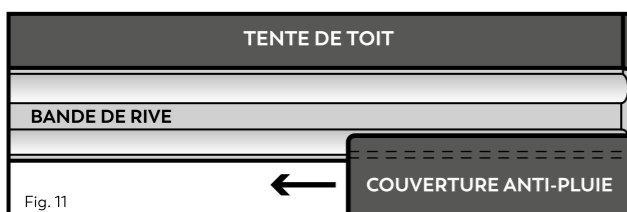

Fig. 11
5.1 Prenez la housse anti-pluie et insérez le côté sans fermeture à glissière dans le bourrelet sous la charnière (voir figure 11).